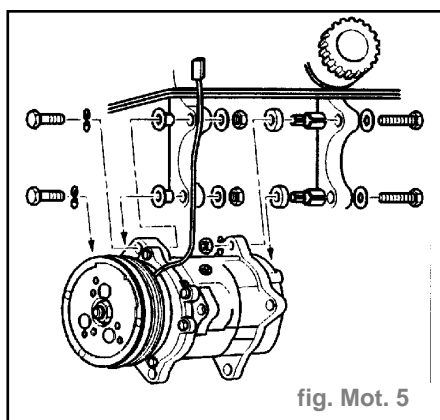

fig. Mot. 5
- Reposer le compresseur en respectant les empilage des pièces ci-dessus (fig. Mot. 5)